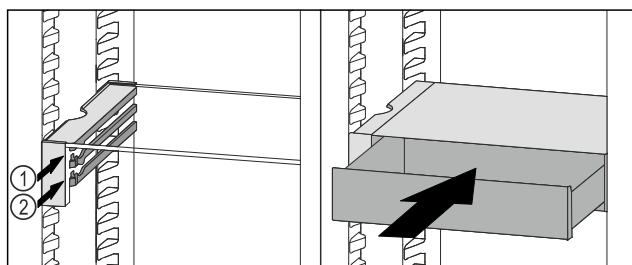

Fig. 142
- Nasadte zásuvku VarioSafe za zářezky na požadovaném žebro Fig. 142 (1) nebo Fig. 142 (2).